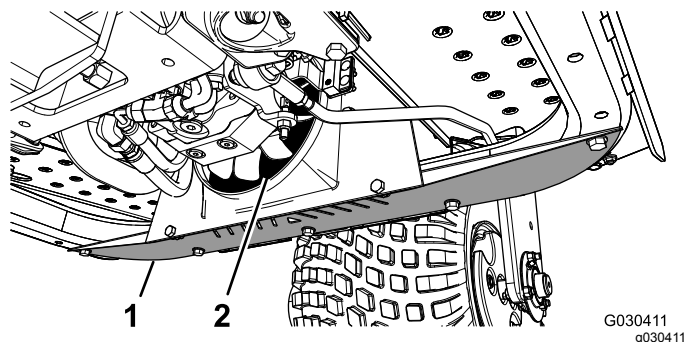

图49
1. 卸下下护罩 图49。
2. 使用延长管将压缩空气吹入风扇叶片之间 图49 将杂物从其进入的方向吹出。